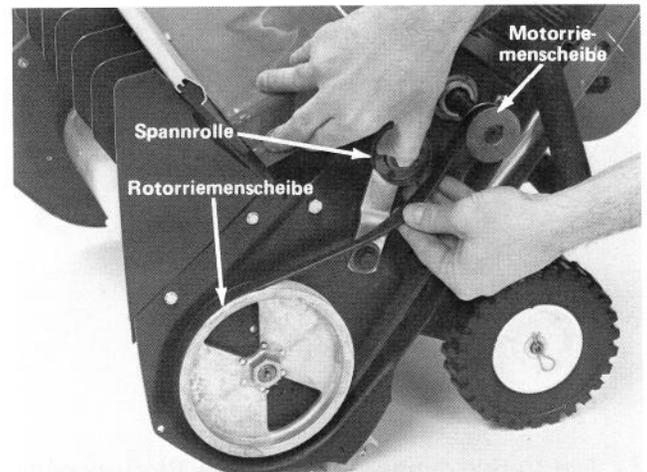

Abb. 14
3. Die Spannrolle hochdrücken und den Riemen herausziehen (Abb. 14). Dann die gefederte Spannrolle vorsichtig zurückgleiten, aber nicht zurück-schnappen lassen.
4. Den Antriebsriemen von der Rotor- und Motorriemenscheibe abnehmen (Abb. 14).